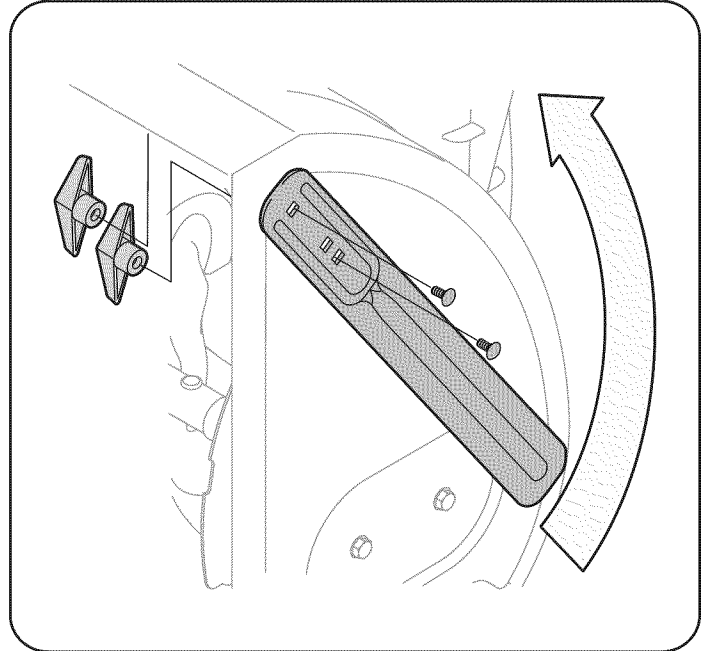

Figura 12
2. Gire los cortadores de desplazamiento de nieve y posícionelos según se muestra en la Figura 12 hacia el exterior de la caja de la barrena.